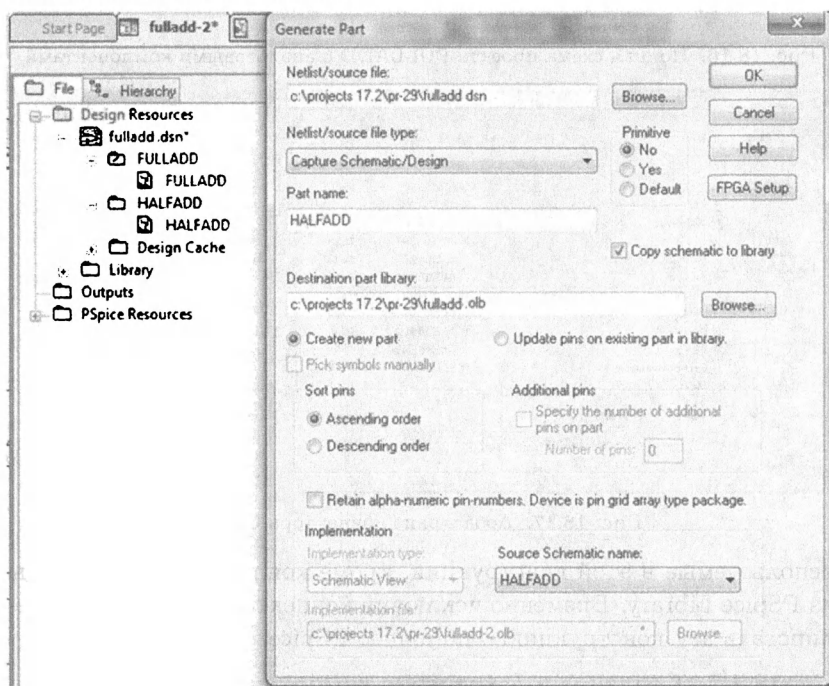

Рис. 18.18. Создание компонента HALFADD
3. В диалоговом окне Generate Part (рис. 18.18) укажите местоположение дизайн-файла, содержащего схему, для которой этот компонент должен быть сделан. Для этого примера надо указать местоположение fulladd.dsn.